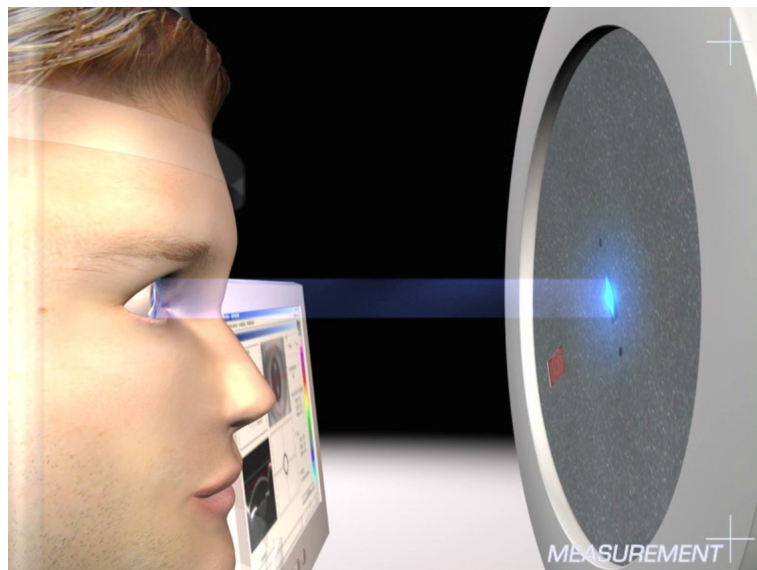

Fig.10: Spaltlicht auf der Hornhaut
8. Schauen Sie von der Seite auf das zu untersuchende Auge des Patienten und überzeugen Sie sich davon, dass das blaue Spaltlicht die Hornhaut beleuchtet (siehe Abb. 10, Seite 32).